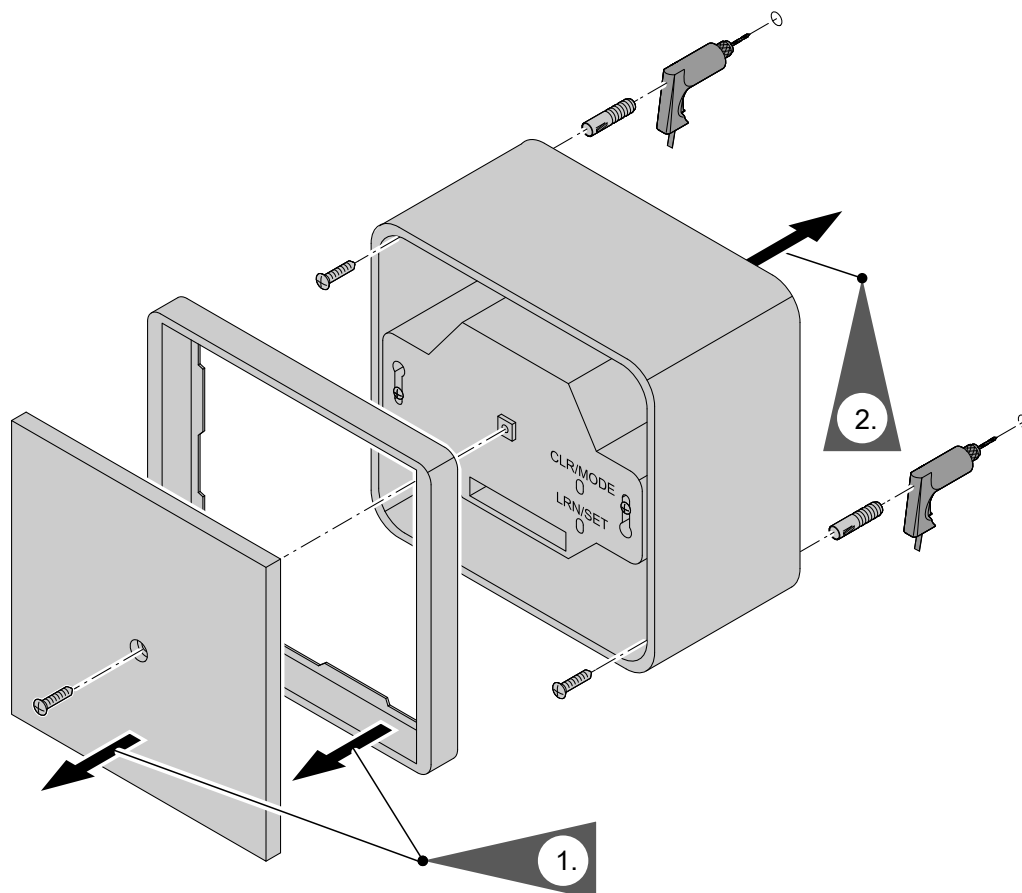

Abb. 8
4. Funkempfänger schließen, siehe umgekehrte Reihenfolge aus Abb. 8).